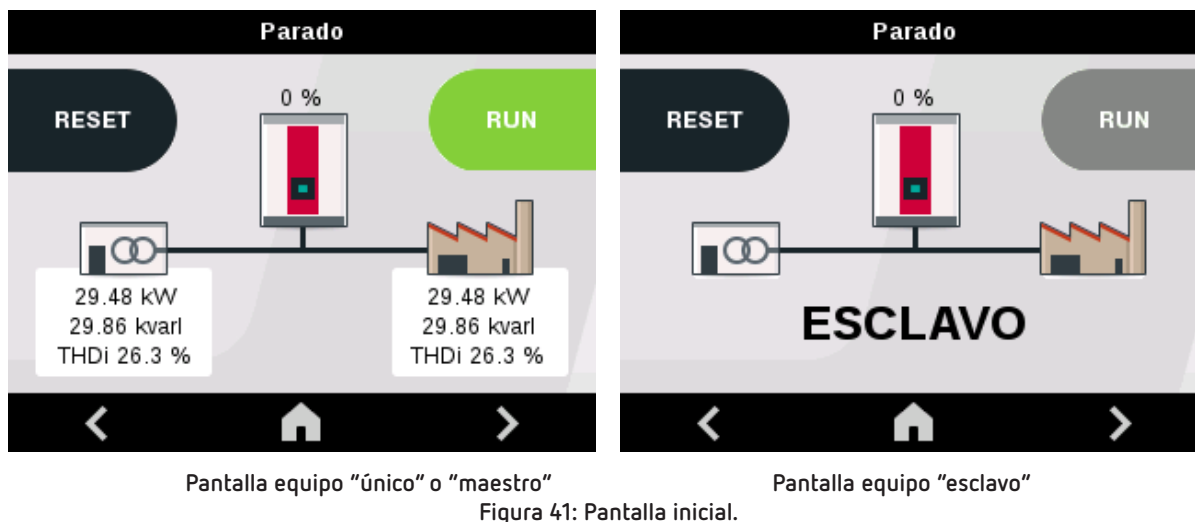

Figura 41: Pantalla inicial.
Una vez alimentado el equipo en el display aparece una de las pantallas de la Figura 41.
4.- (Equipo "único" o "maestro") Volver a la pantalla inicial del equipo, Figura 41, si no hay ningún problema de conexionado, en la parte superior se debe visualizar el mensaje "Parado". En caso de existir algún problema en el conexionado del filtro o en la configuración, aparece el mensaje de "Esperando condiciones".